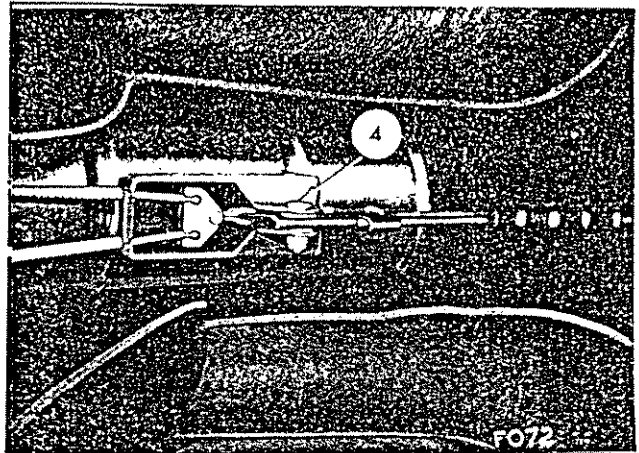
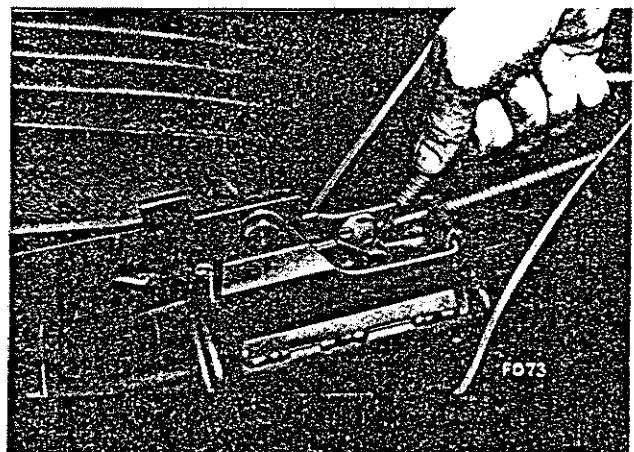
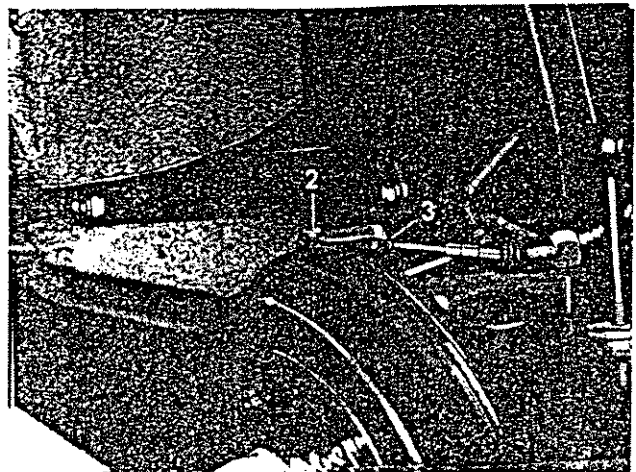

Abb. 20 Handbremshebel-Drehbolzen
Abb. 21 Lösen des Kabels am Ausgleich
Abb. 22 Handbrems-Einstellmechanismus
Den Teppich rund um den Handbremshebel herum lösen. Vier Schrauben an jeder Seite des mittleren Tunnels abdrehen und die Pappabdeckung der Handbremse entfernen. Hierdurch wird der Hebel mit der Tragstütze und dem Ausgleich freigelegt. Den Drehbolzen (4. Abb. 20) abdrehen und die Seilzüge - siehe Abb. 21 - lösen, um den Hebel freizumachen.
Die Seilzüge, wie auf Abb. 21 ersichtlich, am Ausgleich lösen. Den Halter (1) der Seilzughülle - siehe Abb. 22 - von dem Aufhängungsarm lösen und den Gabelstift (2) entfernen, Mutter (3) lockern, die Gabel abdrehen und die Gummihülle nebst Halter (1) abnehmen. Seilzug und Hülle abziehen. Den gleichen Vorgang beim Einbau eines neuen Kabels in umgekehrter Weise wiederholen und die Handbremse einstellen.